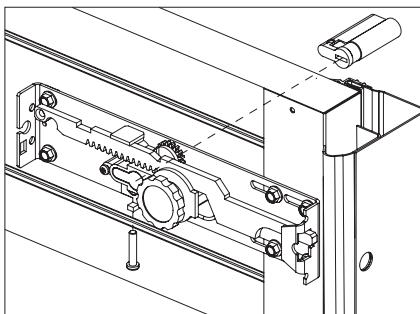

Рис. 44.5
- Открыть замок, установить цилиндровый механизм (сердцевину замка) и закрепить его винтом (рис.44.5)